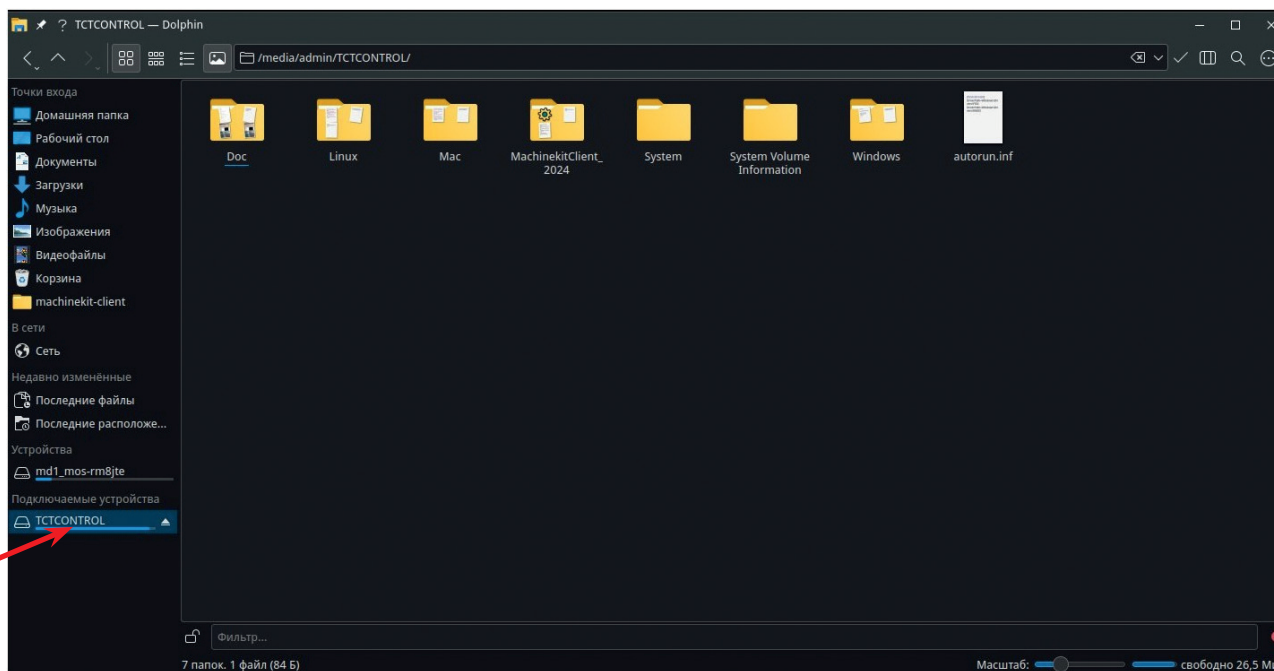

Рис. 2
- Зайдите в подключенное устройство TCTcontrol (рис. 2).